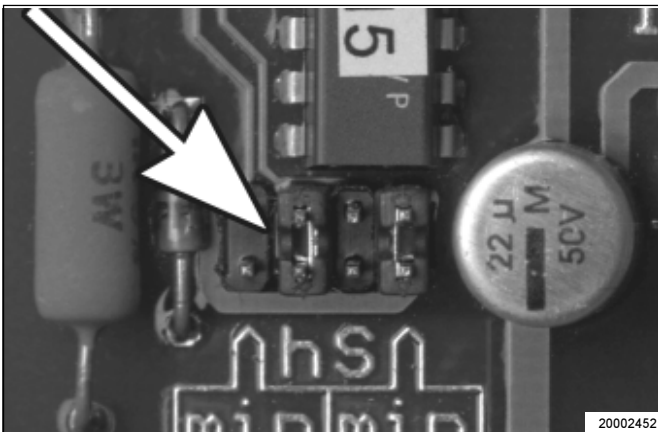

Abb.9: - Vorwahl des Zeitbereiches
Hinweis: Zur Verstellung eines Jumpers (Abb.9), muß die Steuerplatine ausgebaut werden
- Die Zeitbereiche können durch Umstecken des Jumpers (Abb. 9) am Steuergerät verändert werden